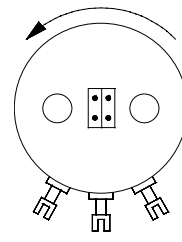

Abb.6
- Jumper "vertikal" plaziert für Drehsinn gegen den Uhrzeigersinn (Abb.6).